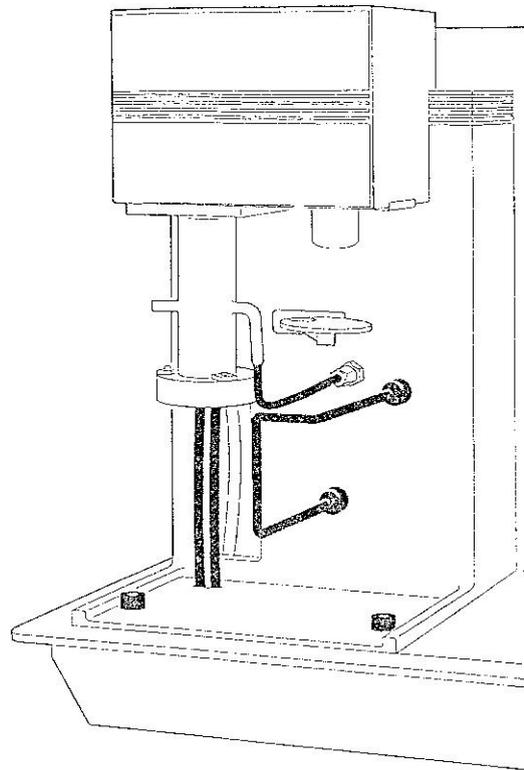

Bild 49
4. Drücken Sie die Taste FURNACE, um den Ofen zu schließen (s. Abb. 49).